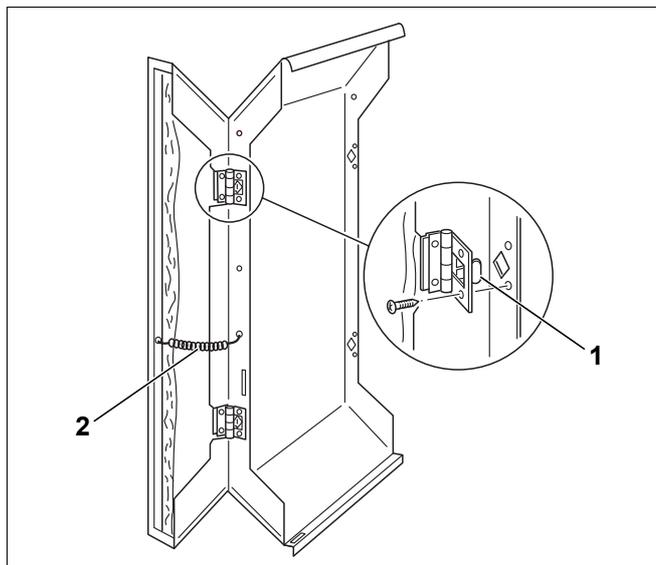

Bild 49 Seitenwandklappen montieren
- ▶ Haken der Scharniere (Bild 49, **Pos. 1**) an der Seitenwandklappe in die Ausstanzung der vorderen Seitenwand einhängen und mit Blechschrauben sichern.
- ▶ Zugfeder (Bild 49, **Pos. 2**) in die Seitenwand und in die Seitenwandklappe einhängen.